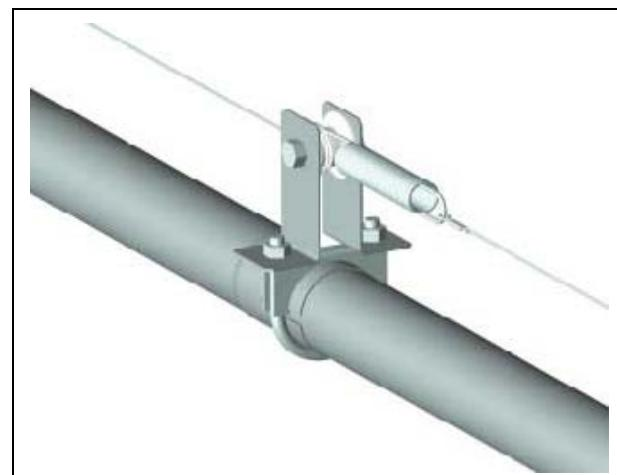

Рисунок 5H
3. Подсоедините натяжную пружину провода к следующему изолятору и пропустите провод электрошокера через проушину пружины. Потяните провод электрошокера с усилием, достаточным для растяжения пружины на $3/4"$ - $1"$ (19,1 мм - 25,4 мм). Закрепите провод электрошокера прилагающейся кабельной муфтой, как показано на Рисунок 5H. Обрежьте провод, оставив достаточную длину для использования его в качестве перемычки для подачи тока к следующей секции провода электрошокера. Для этого проложите остаток провода через центр пружины поверх изолятора и подсоедините его к следующей секции провода электрошокера с помощью прилагающейся кабельной муфты.